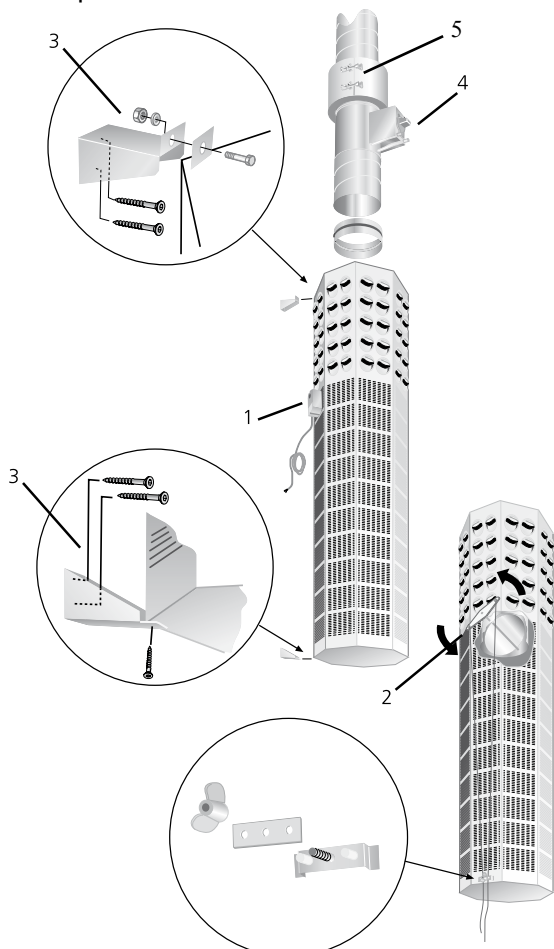

Рис. 1. Монтаж.
ВОС предназначен для помещений с высокими потолками, таких как крупные магазины, промышленные предприятия, спортивные залы и т.п. Он имеет форму восьмигранной призмы. Верхняя секция терминала оснащена нашими уникальными аэродинамическими дисками, нижняя - имеет перфорированную съемную переднюю панель, внутри которой расположен лист с адаптивной распределительной системой VARIZON®. Дисконная и перфорированная секции разделены заслонкой, управляемой электродвигателем (1) или вручную (2), см. рис. 1. ВОС монтируется у стены или колонны с помощью кронштейнов, поставляемых вместе с терминалом.
Кронштейны (3), монтируемые к стене, а затем к ВОС, входят в комплект поставки. См. рис. 1.
Наладка расхода воздуха производится устройством для регулирования расхода воздуха (4), монтируемым в воздухопровод перед ВОС. См. рис. 1.